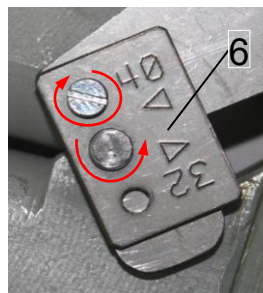

Fig. 2b
2. Cu limitatorii reglabili 32/40 stanga-dreapta (poz. 6), reglati pe pozitia 40, conform Fig. 2b, dispozitivul asigura intreruperea fluxului de gaz in conducta DN40 mm.
- Se rotește limitatorul reglabil (poz. 6), cu 180° pe pozitia 40, conform Fig. 2b;
- Se repositioneaza surubul de fixare si se insurubeaza, conform Fig. 2b;